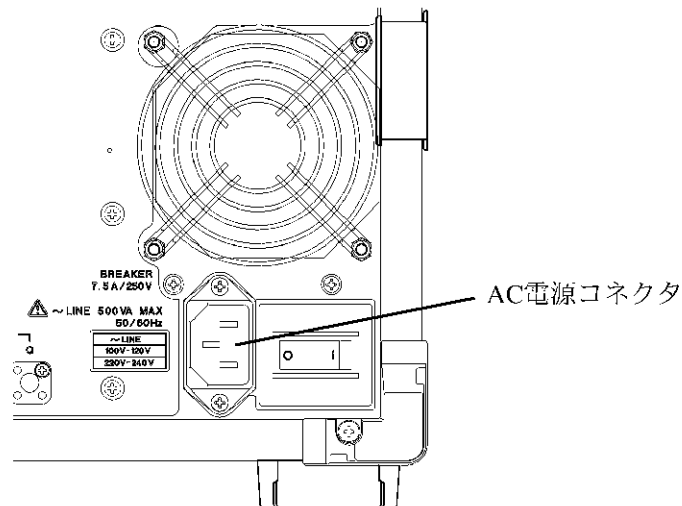

図3-6 電源ケーブルの接続
2. 本器背面パネルのAC電源コネクタと、保護接地端子を備えた3極電源コンセントを付属の電源ケーブルで接続します（図3-6を参照）。